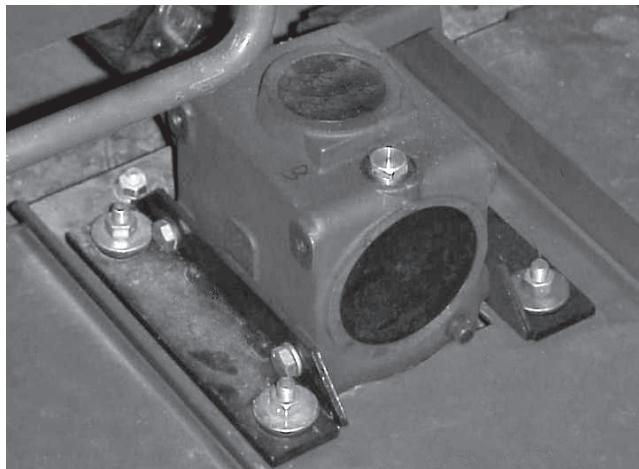

図21
- マシンとカッティングユニットを平らな場所に駐車させ、カッティングユニットを降下させる。ギア・ボックスの上部についているディップスティック兼給油プラグ(図21)を取り、オイルの量が、ディップスティックについている2本のマークの中間にあることを確認する。油量が少なければ、SAE 80-90 wt. ギア用潤滑油を2本のマークの中間まで補給する。